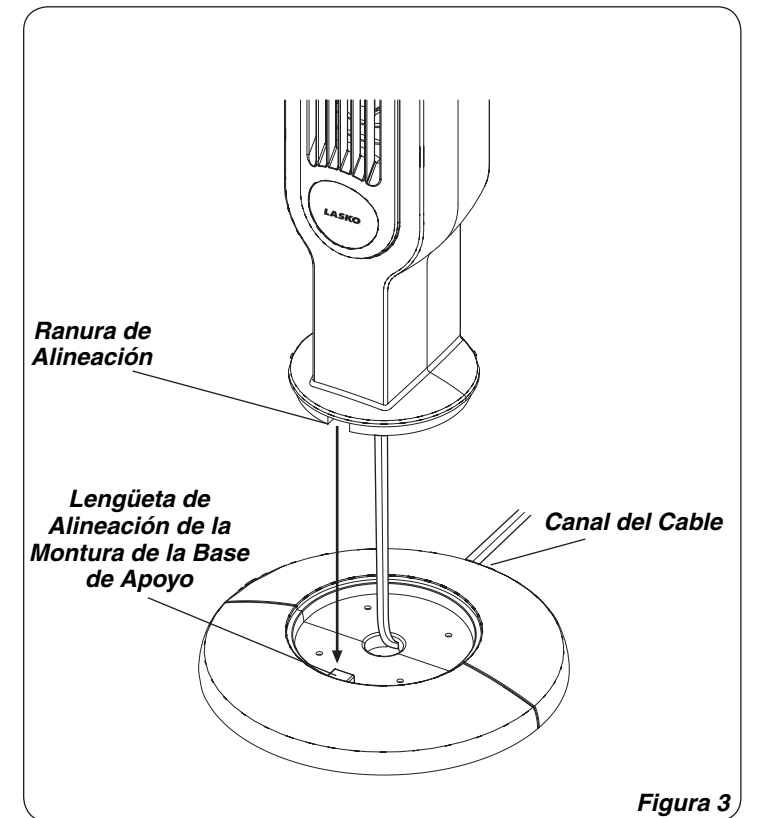

Figura 3
- Alinee las **Lengüetas de Alineación de la Montura de la Base de Apoyo** con las ranuras de alineación en la parte inferior del ventilador, teniendo cuidado de que el canal del cable en la parte inferior de la base de apoyo debe estar apuntando hacia la parte posterior del ventilador. (Figura 3)